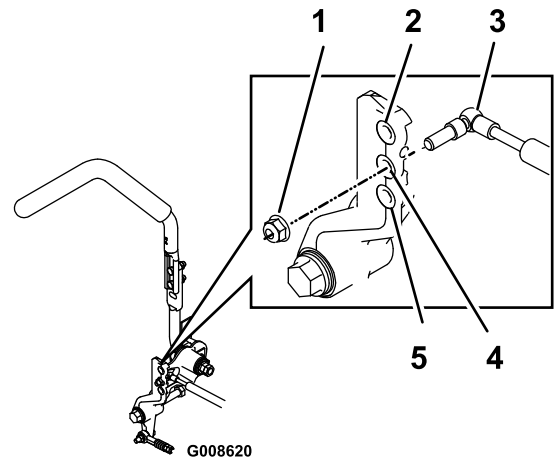

**Figure 64**
10. Réglez la longueur des tiges de pompes en tournant les doubles écrous dans le sens voulu jusqu'à ce que les roues tournent légèrement en marche arrière (Figure 64).